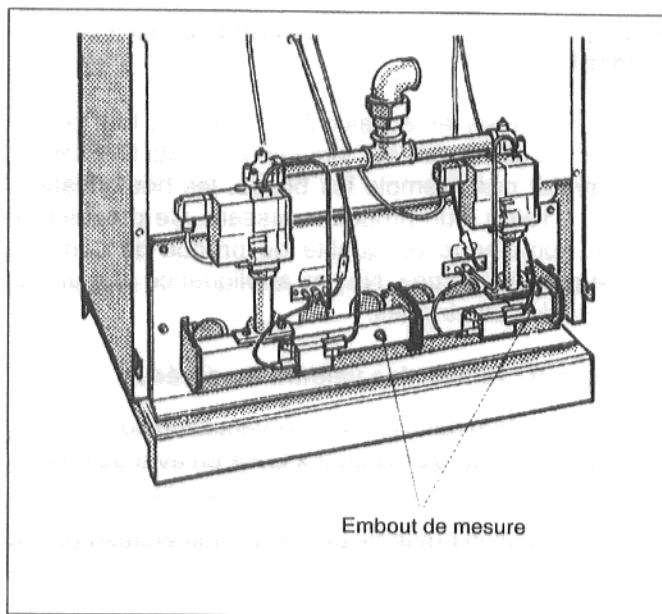

Fig. 31 Embout de mesure sur le tuyau de distribution du gaz
- Desserrer de deux tours la vis de blocage de la nipple de mesure dans le tuyau de distribution de gaz (fig. 31)